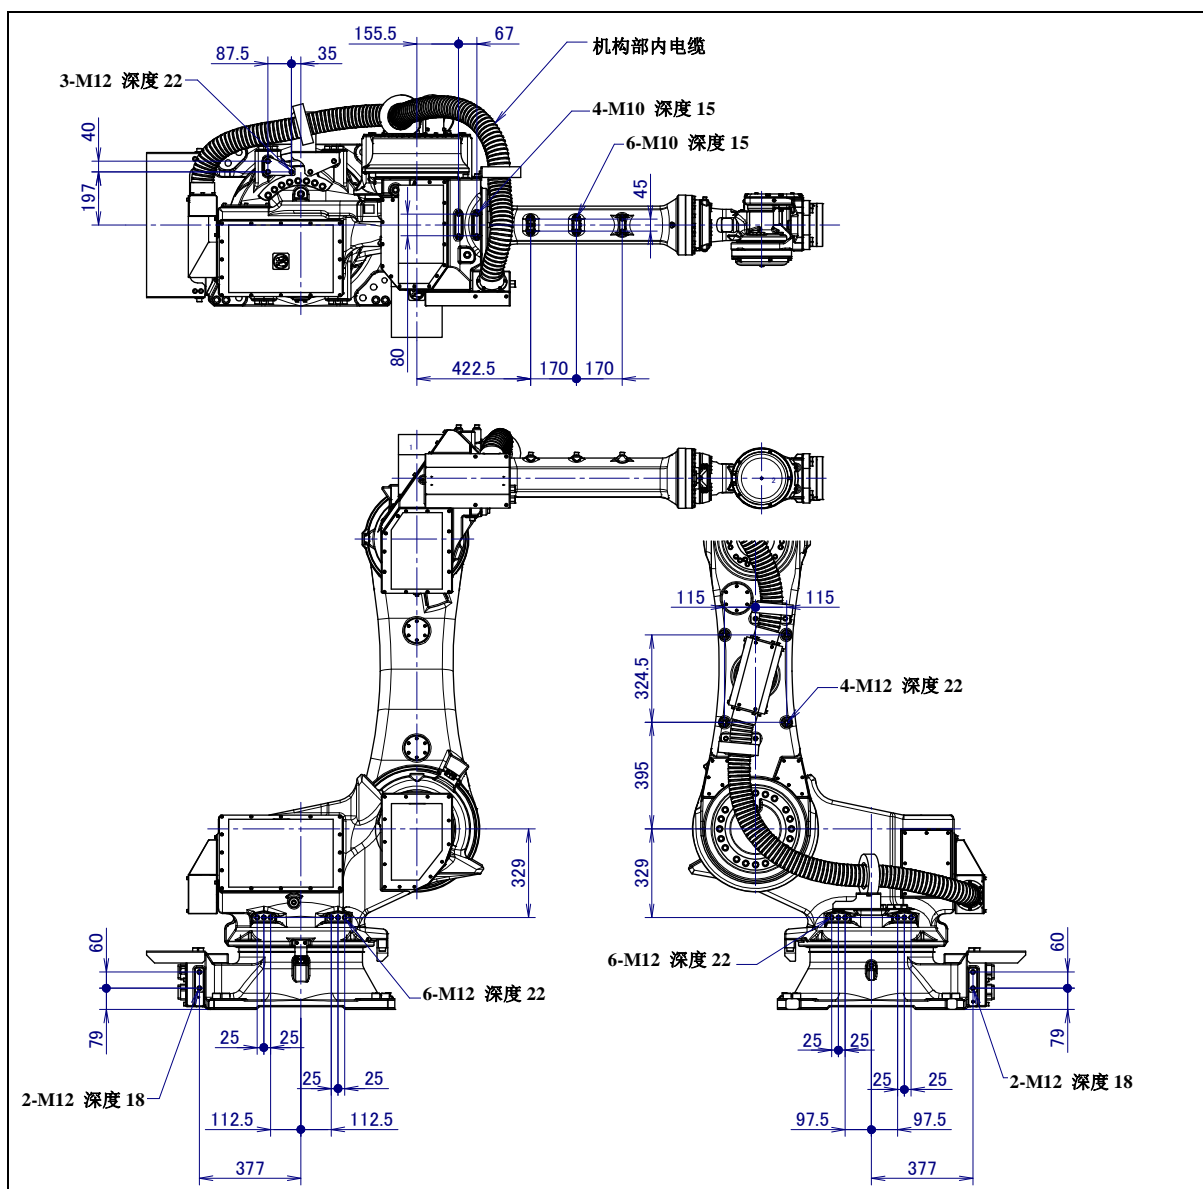

图 4.2 (a) 设备安装面尺寸
- 5 出厂时在图 4.2 (a) 中所示的用户螺孔上安装有防锈用螺栓和盖板。不使用时必须装回这些。